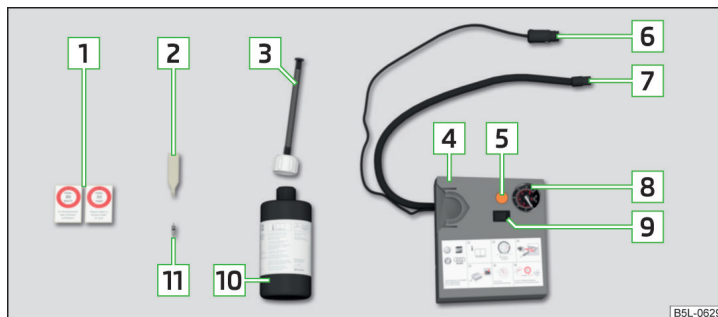

Fig. 309 Descripción del kit de averías
- Introducir el atornillador de inserto de válvula **2** » fig. 309 de la pág. 282 sobre el inserto de válvula de la manera que el inserto de válvula cabe en la ranura del atornillador de inserto de válvula.
- Enrosque fija la manguera de llenado del neumático **7** » fig. 309 de la pág. 282 sobre la válvula del neumático.